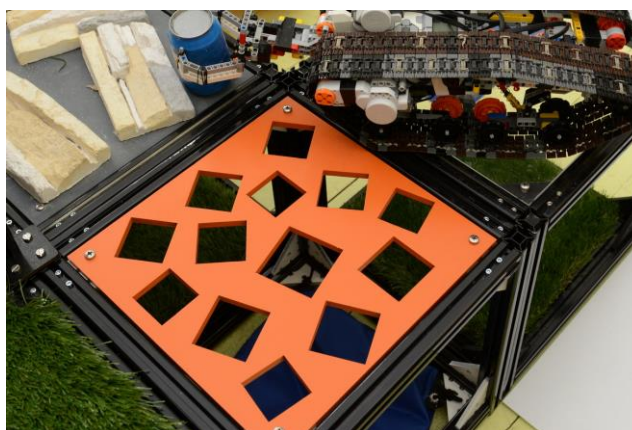

Рисунок 9 - «Решето»
- 1.5.8. **Решето** – участок представляющий собой фанерную площадку с прямоугольными отверстиями (рисунок 9). Габариты площадки 340х340х10.
- 1.5.9. **Наклонная поверхность** с углом наклона 30° , обитая поролоном. (рисунок 9).